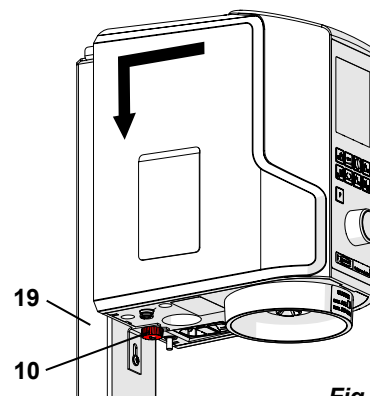

Fig. 3
- ⇒ Asegure el aparato con una tuerca moleteada (10, Fig. 3).